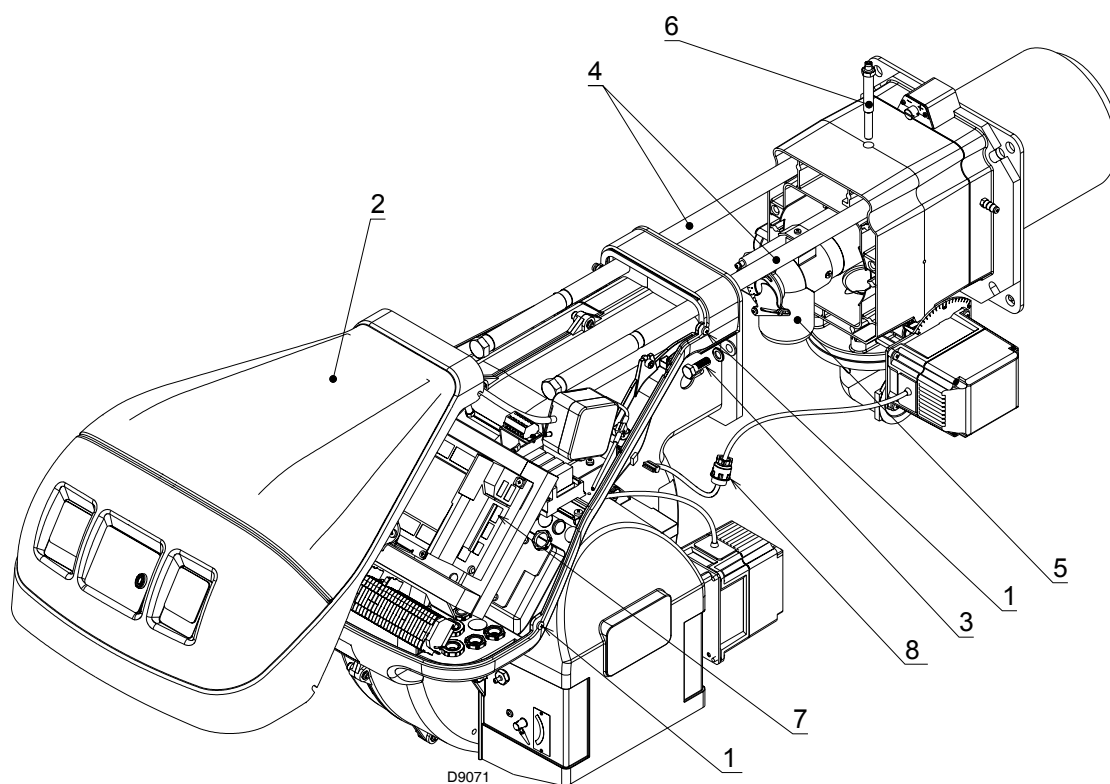

Fig. 39
- Allentare le 4 viti 1) (Fig. 39) e togliere il cofano 2).
- Connettere la spina del servomotore 7) (Fig. 39) ed avvitare il passacavo 8).